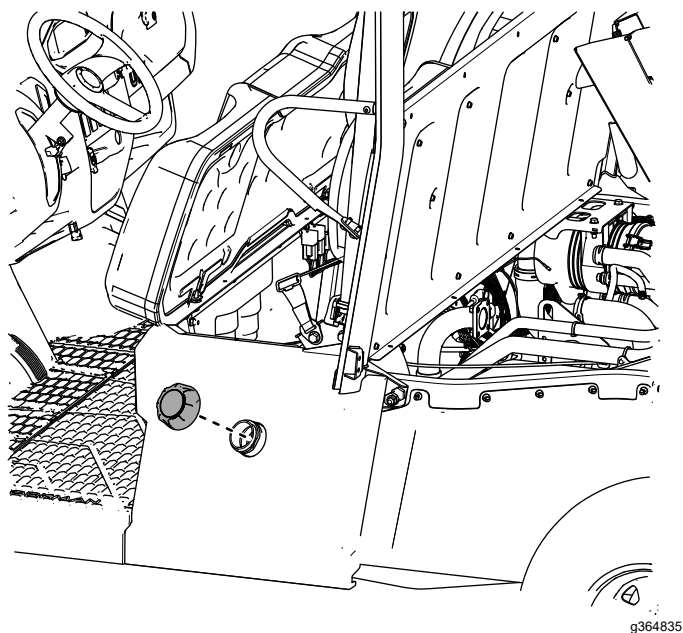

**Figure 35**
23. Remettez le bouchon du réservoir de carburant sur panneau de base gauche du siège (Figure 35).